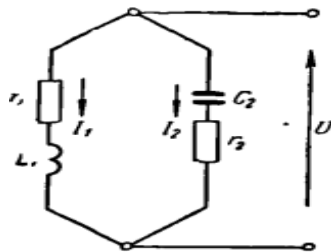

Рис. 12. Схема електричного ланцюга
15. Для електричного ланцюга, що представлено на схемі рис.12, дано: $r_1 = 5$ Ом; $r_2 = 5$ Ом; $L_1 = 0.05$ гн; $C = 100$ мкф, напруга мережі – 220 В, частота – 50 Гц. Визначити струми в гілках і на спільній ділянці ланцюга .